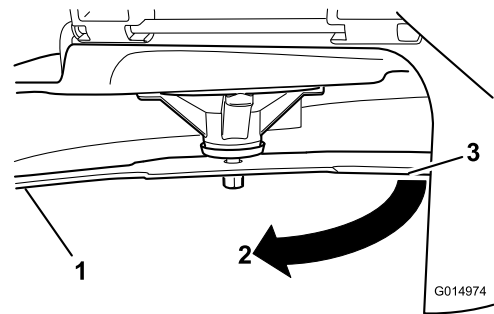

Figure 97
3. Mesurez la distance entre la lame et la surface (A)
4. Tournez la même lame de 180 degrés pour amener le tranchant opposé à la même position (Figure 97).